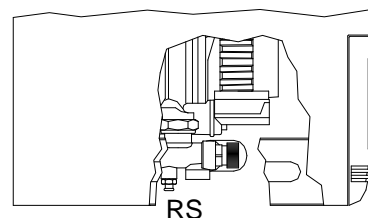

Fig. 3
- Abrir el grifo de descarga RS de la instalación (fig. 3) recogiendo en un contenedor el agua que salga.